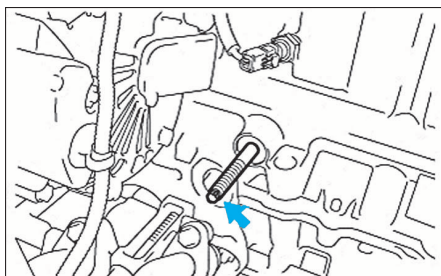

FIG. 34
- le goujon à l'aide d'une clé Torx femelle (E7) (Fig.34).